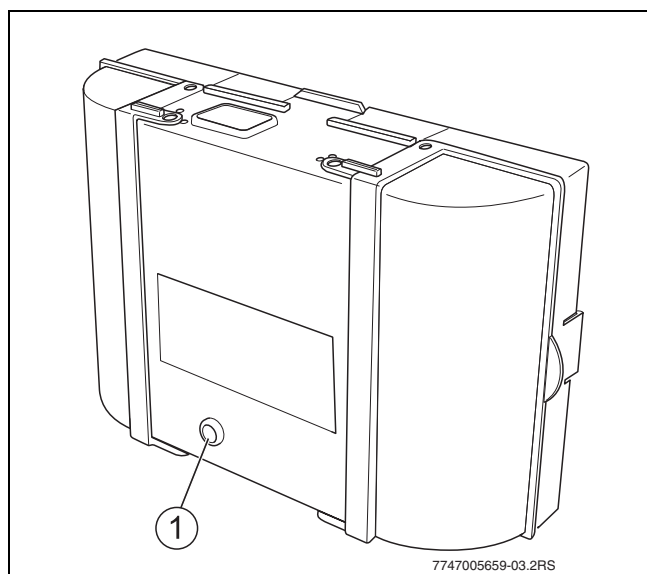

Fig. 7 Puesta a cero de los fallos en el SAFe
- Pulsar la tecla de desbloqueo en el SAFe (→ fig. 7, [1]) para reinicializar el fallo.